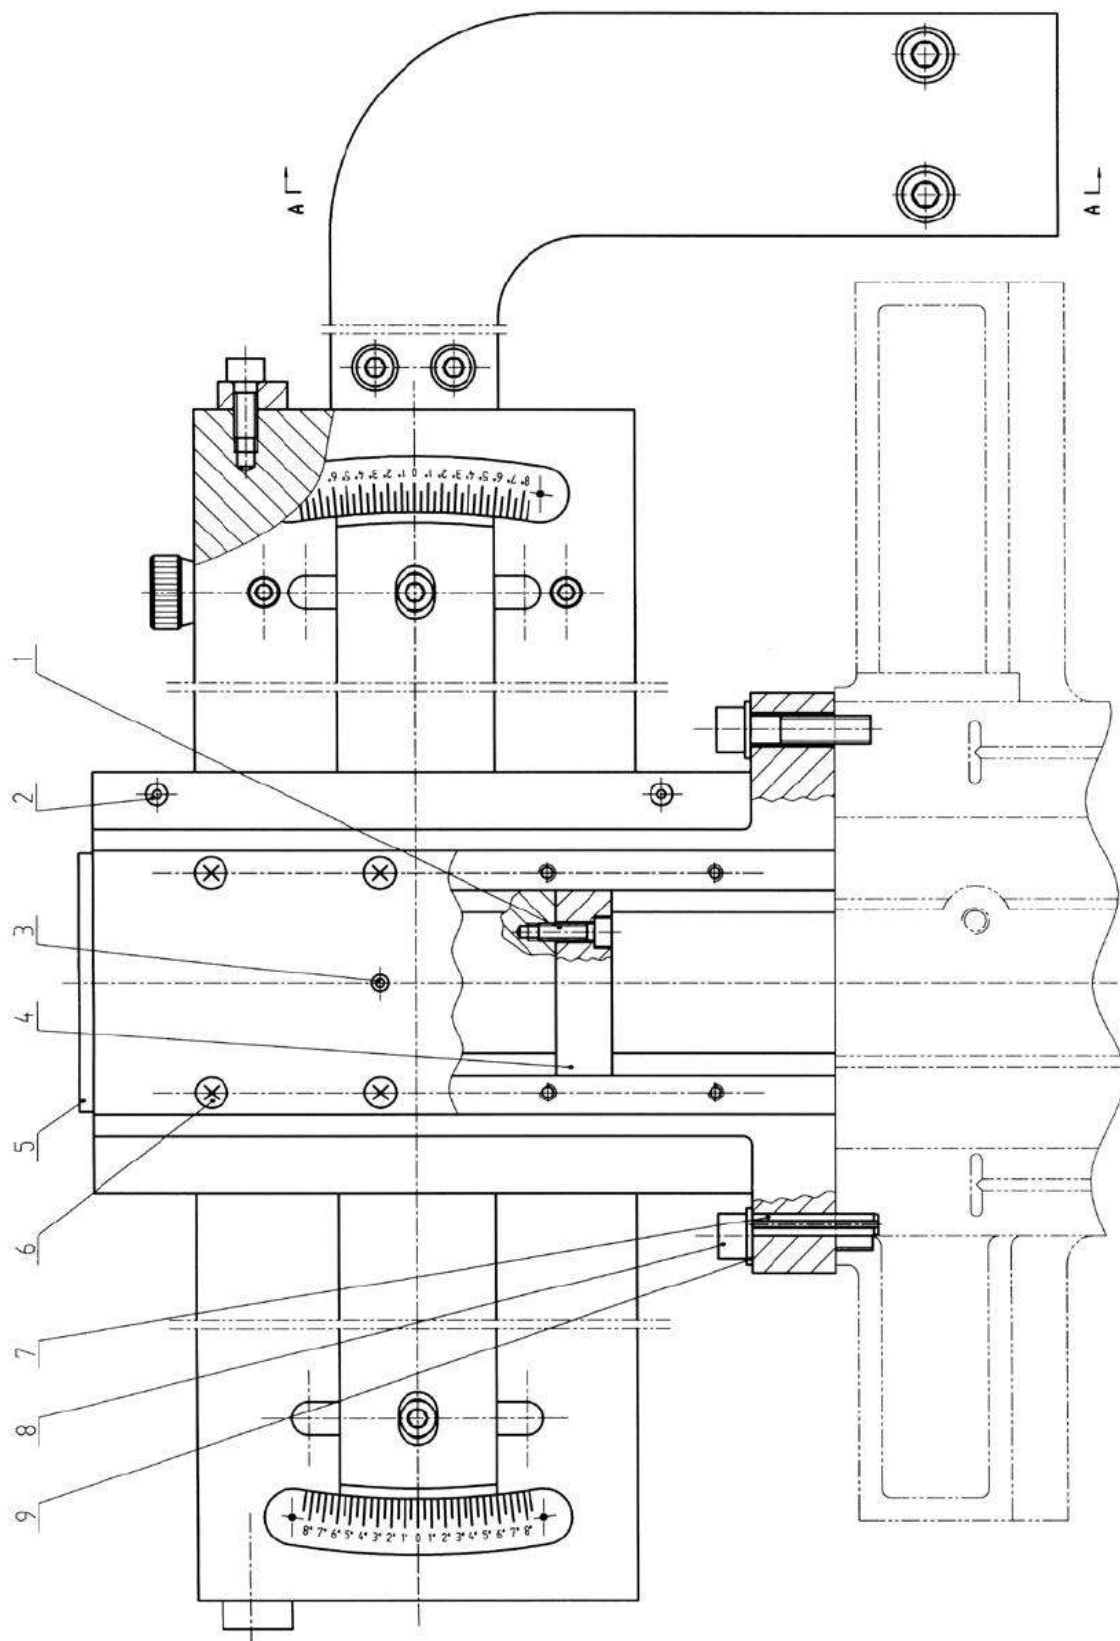
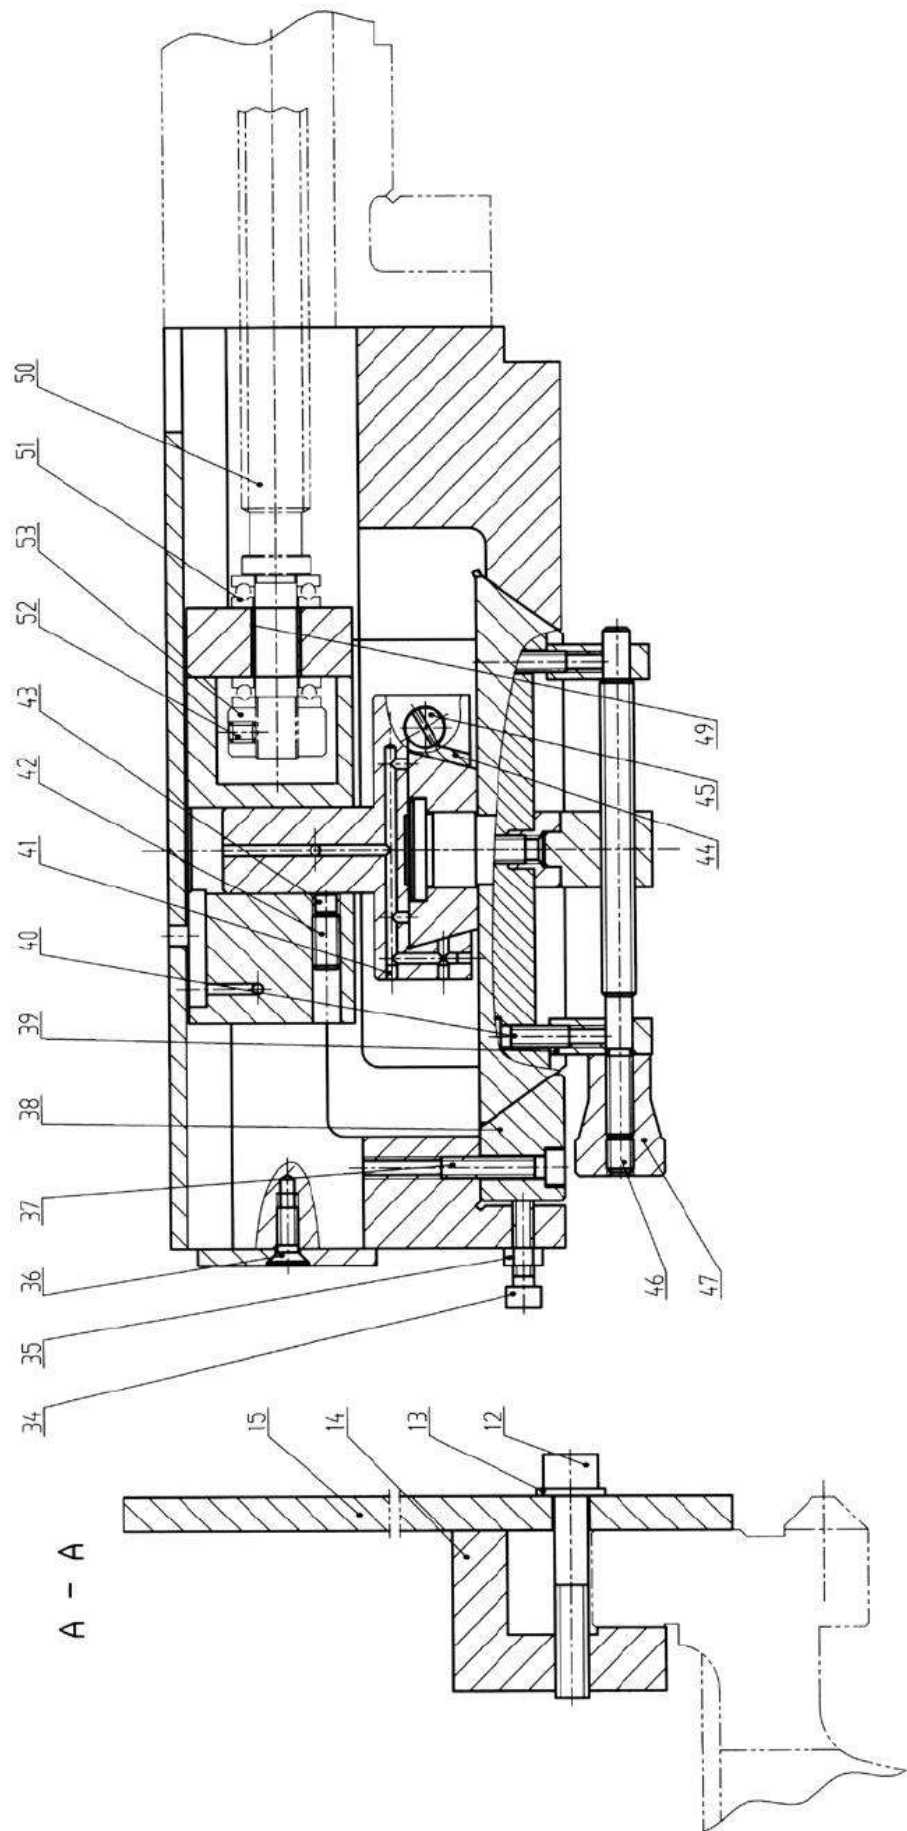
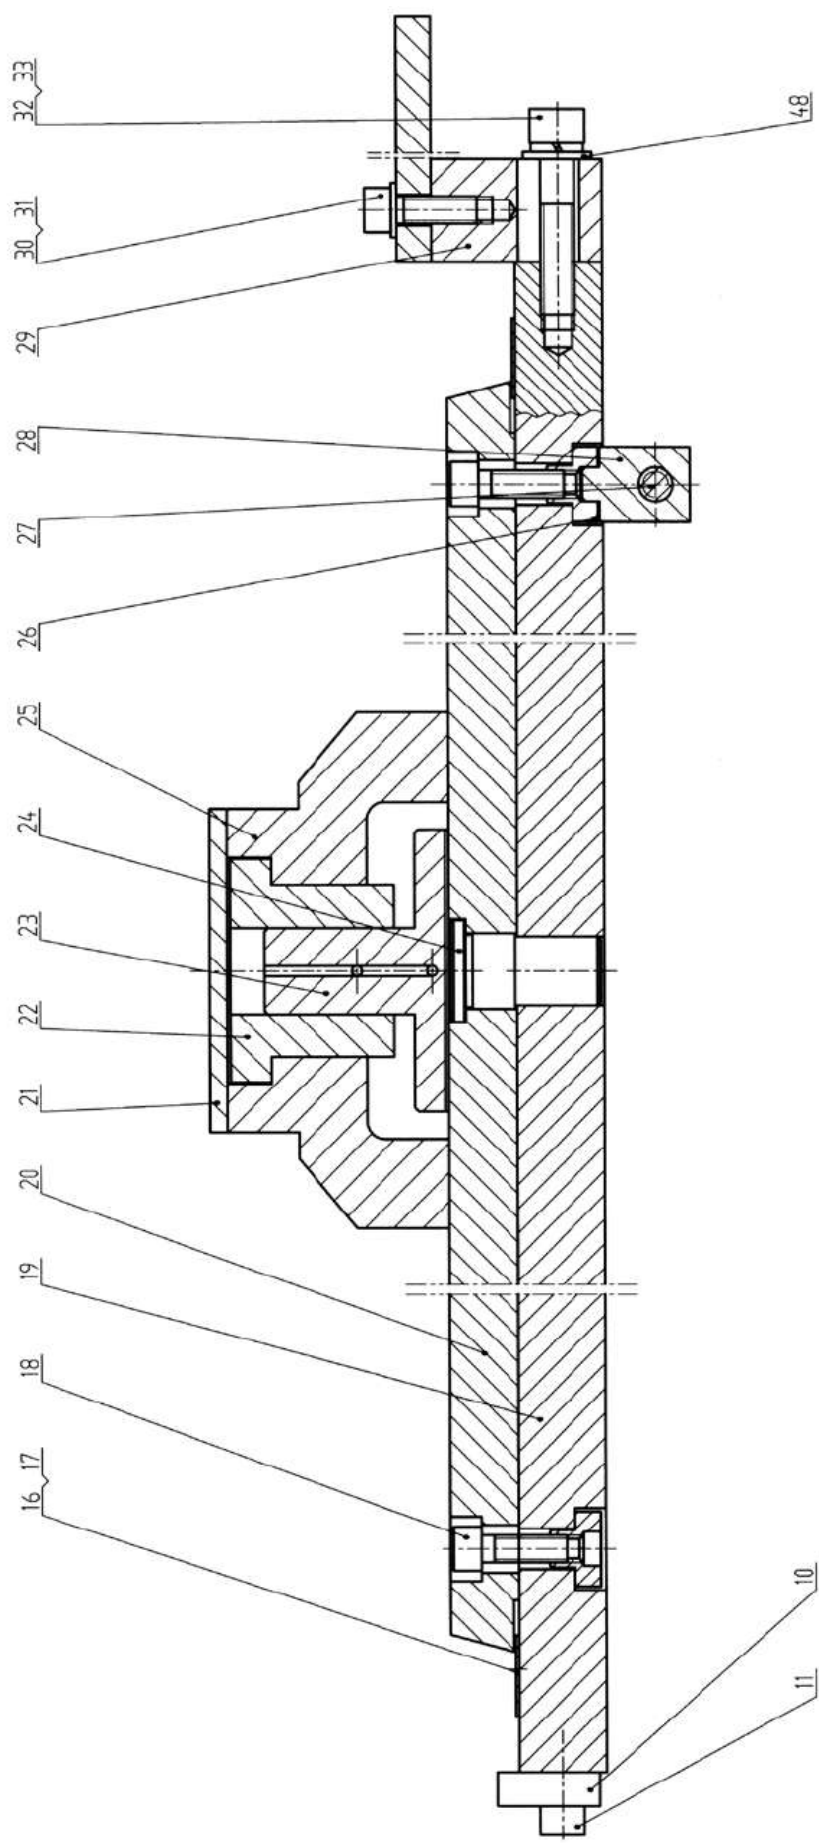
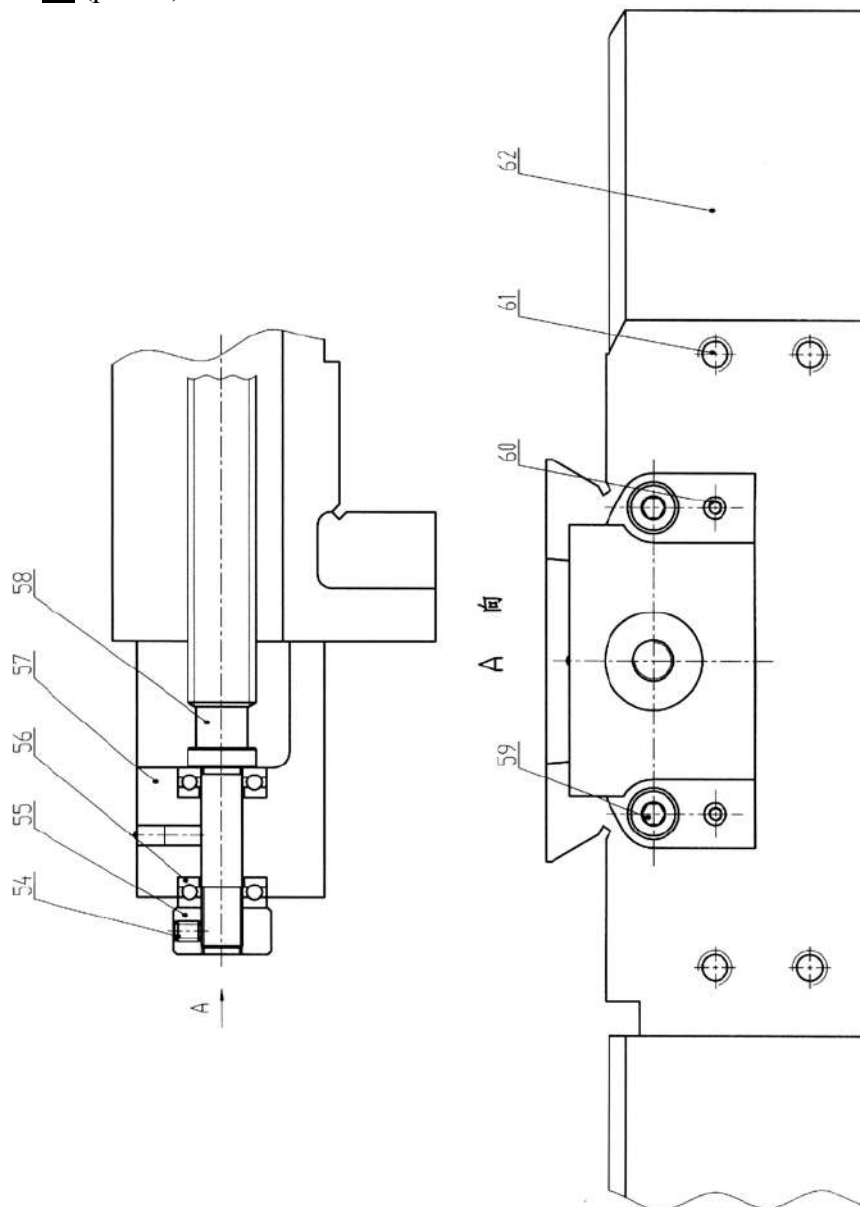

Рисунок 2
Рисунок 3
Рисунок 4
Рисунок 5
3.2 Ослабьте установочный винт с углублением под ключ 54 (рис. 5), снимите гайку 55, зафиксируйте установочный штифт 60 в направлении А, как показано на рис.5. Вывинтите винт с углублением под ключ 59 и снимите заднюю опору 57 и упорный шарикоподшипник 56 (рис. 5).
3.3 Вывинтите винт с потайной головкой и крестообразным шлицем 6 (рис. 2) и снимите прижимную защитную пластину 21 (рис. 4), ослабьте установочный винт с углублением и плоским концом 42 (рис. 3), снимите ползун 22 (рис. 4), торцевой блок 4 (рис. 2) и винт с углублением под ключ 1.
3.4 В соответствии с рисунком 3 зафиксируйте направляющий винт 50, упорный шарикоподшипник 51 и гайку 53 на торцевом блоке 4 (рис. 2), отрегулируйте ось направляющего винта 50 (рис. 3), зафиксируйте гайку 53, затянув ее на установочном винте с углублением под ключ 52, установите торцевой блок 4 (рис. 2) в ползун 22 (рис. 4) с помощью винта с углублением под ключ 1.
3.5 Установите оставшуюся часть копировального устройства в винтовое отверстие 61 в седловине основания 62 (рис. 5) с помощью винта с углублением под ключ 8 и плоской гайки 9 (рис. 2). Не забудьте вставить цилиндрическую часть вертлюга 23 (рис. 4) в отверстие ползуна 22.
3.6 Установите один конец тяговой штанги 15 на соединительный блок 29 с помощью винта с углублением под ключ 30 и плоской шайбы 31 (рис. 4) и зафиксируйте другой конец и прижимной блок 14 (рис. 3) на горизонтальном направляющем рельсе основания с помощью винта с углублением под ключ 12 и плоской шайбы 13. Затяните винт с углублением под ключ 12, чтобы тяговая штанга 15 была относительно плотно зафиксирована на основании.
3.7 Зафиксируйте индикатор в таком положении, как изображено на рис. 6. Переместите каретку влево или вправо и выполните калибровку верхней поверхности профилирующей опоры 19 таким образом, чтобы она равнялась  $\leq 0,05$  мм, как на рис. 4. Просверлите маленькое отверстие для позиционирующего штифта  $\varnothing 8$  на седловине основания 62 (рис. 5, изображение направления А) с помощью электрической ручной дрели и установите цилиндрическую шпонку пружины 7 (рис. 2).
3.8 Поверните направляющий винт 50 (рис. 3) так, чтобы он перемещался по оси, и одновременно постучите по верхней поверхности ползуна 22 (рис. 3) деревянным молотком. Если вращение направляющего винта свободное, зафиксируйте ползун 22 и вертлюг 23 (рис. 4) с помощью установочного винта с углублением под ключ и плоским концом 42 (рис. 3) (следите за тем, чтобы установочный винт с углублением под ключ и плоским концом 42 не прижимал вертлюг 23 слишком плотно).
3.9 В соответствии с рис. 2 установите прижимную защитную пластину 21 (рис. 4) с помощью винта с потайной головкой и крестообразным шлицем 6 и ослабьте винт с углублением под ключ 12 (рис. 3).
4.1 Перед началом работы переместите каретку перед лицевой поверхностью конуса, который необходимо повернуть, затяните винт с углублением под ключ 12 (рис. 3), чтобы тяговая штанга 14 (рис. 3) была прочно зафиксирована на основании.
4.2 Ослабьте винты с углублением под ключ 18 (рис. 4) (на обоих концах), поверните рукоятку 47 (рис. 3), чтобы отрегулировать требуемый конус, затем затяните винты с углублением под ключ 18 (рис. 4) (на обоих концах).
4.3 Чтобы выполнить поворот конуса, переместите инструмент на каретке в продольном направлении. При этом направляющий винт 50 и боковая подвижная плита приводятся в действие вертлюгом 23 и ползуном 22 (рис. 4).
4.4. Если станок не используется, ослабьте винты с углублением под ключ 18 (рис. 4) (на обоих концах), поверните рукоятку 47 (рис. 3), чтобы установить профилирующую пластину 20 в положение «0», затем зафиксируйте винты с углублением под ключ 18 (рис. 4) (на обоих концах). Ослабьте винт с углублением под ключ 12 (рис. 3), чтобы все остальные части вращались нормально.